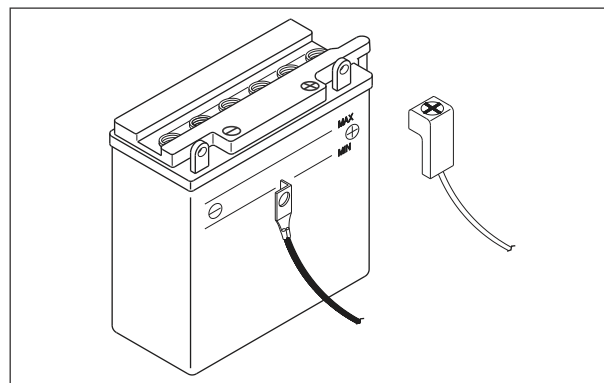

Fig. 5.5
- Aplicar vaselina en los terminales después de finalización de la conexión y cubre el terminal positivo con la bota. (Fig. 5.5)